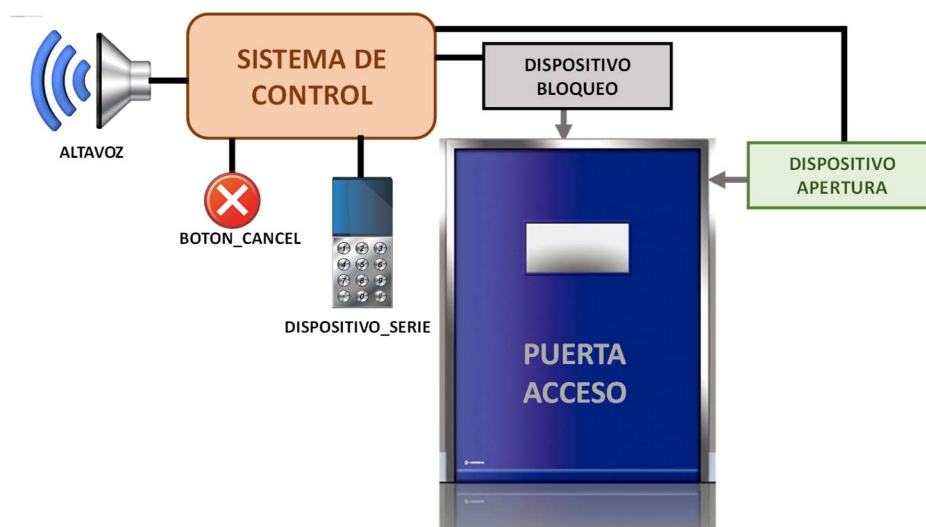

Figura 1. Esquema del sistema de acceso con cerradura electrónica
El esquema del sistema completo es el que se muestra en la figura 1:
1. Represente el esquema del hardware (diagrama de bloques) para esta aplicación. Dibuje el microcontrolador como un bloque, indicando claramente todos los recursos del microcontrolador utilizados y qué pines del microcontrolador se conectan a cada una de las entradas o salidas de todos los elementos que componen el sistema (cada elemento debe estar claramente identificado en el diagrama con el mismo nombre con que se denota en la figura 1). Además, rellene la siguiente tabla (añada todas las filas necesarias). **(25%)**